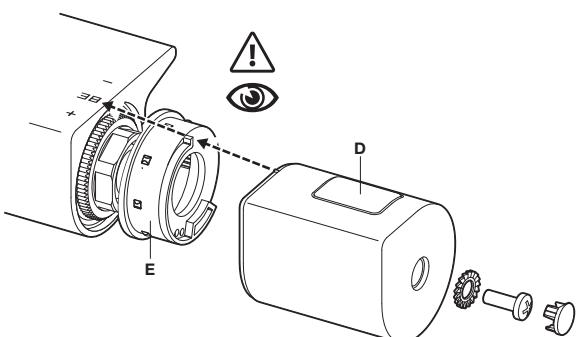

Fig. 4
Limpieza de paragrabillas (F) (Fig. 4)